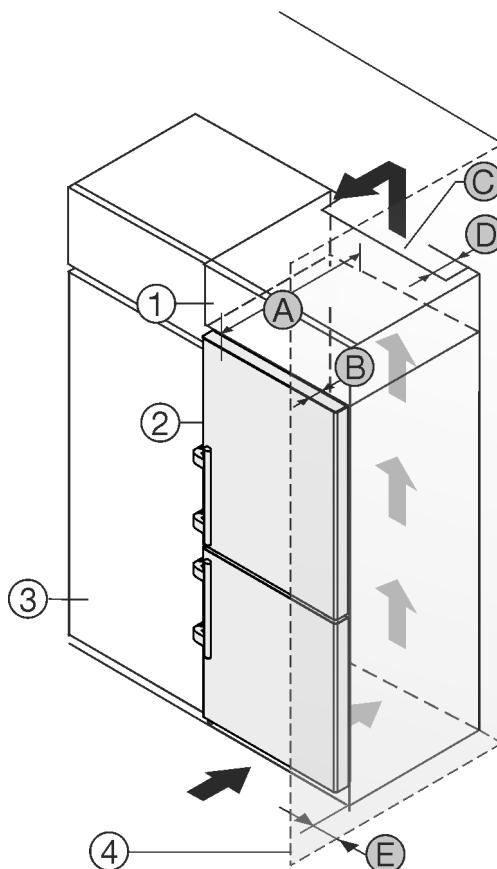

Fig. 47
Перед встановленням пристрою можна змінити його конструкцію відповідно до кухонної шафи. Щоб привести висоту пристрою Fig. 47 (2) у відповідність із розмірами кухонної ніші, можна встановити на нього спеціальну шафу Fig. 47 (1).
Пристрій можна встановлювати безпосередньо поряд із кухонною шафою Fig. 47 (3). Щоб мати можливість повністю відкривати дверцята, потрібно, щоб пристрій стояв на відстані глибини Fig. 47 (B) відносно передньої панелі кухонної шафи. Залежно від глибини кухонної шафи та використання пристінних розпірок пристрій може ще більше видаватися вперед.
- Глибина Fig. 47 (D) вільного простору вздовж усієї задньої сторони шафи повинна бути.
- Слід дотримуватись вентиляційного отвору Fig. 47 (C) в стелі приміщення.
Якщо пристрій з шарнірами встановлюється поряд зі стінкою Fig. 47 (4), слід дотримуватись відстані Fig. 47 (E) між пристроєм та стінкою. Це відповідає необхідній відстані для ручки після відкривання дверцят.